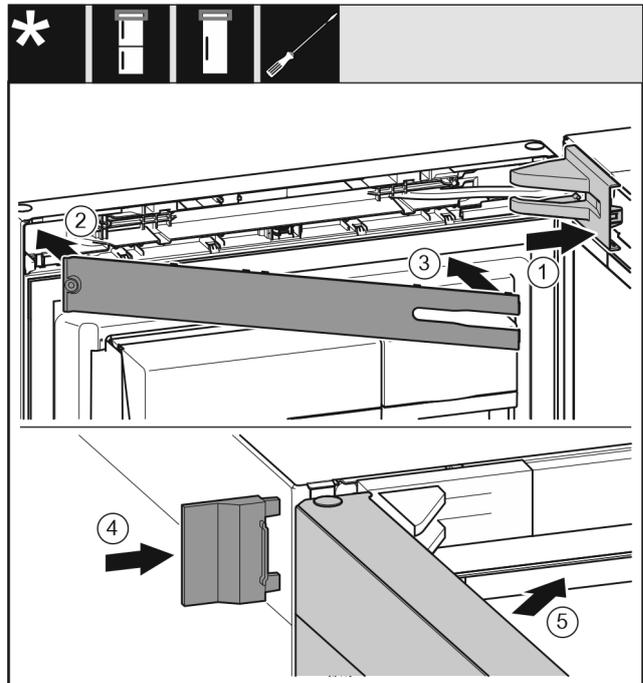

Fig. 31
- ▶ Lagerbockabdeckung Fig. 31 (1) aufsetzen und einrasten, ggf. vorsichtig auseinanderdrücken.
- ▶ Blende Fig. 31 (2) aufsetzen.
- ▶ Blende Fig. 31 (3)
- ▶ Äußere Abdeckung Fig. 31 (4) aufschieben.
- ▶ Obere Tür Fig. 31 (5) schließen.